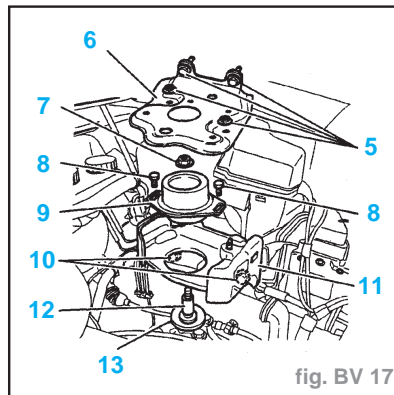

fig. BV 17
- Déposer (fig. BV. 17) :
- les fixations (5)
- le support bac batterie (6)
- l'écrou d'axe de boîte (7) et sa rondelle
- les vis de cale (8)
- la cale élastique de boîte de vitesses (9)
- les vis (10)
- le support d'axe de boîte de vitesses (11)
- l'entretoise (12)
- l'axe de boîte (13) et sa rondelle à l'aide de l'outil [5] (-).0317-AB
- Reposer les vis de fixation supérieures (31).
- Reposer l'axe de boîte (13) et sa rondelle, à l'aide de l'outil [5] (-).0317-AB (fig. BV. 17).
- Serrer l'axe (13) à **5 daN.m**.
- les vis (10), serrage à **6 daN.m**
- les vis de cale (8) (sans serrer)